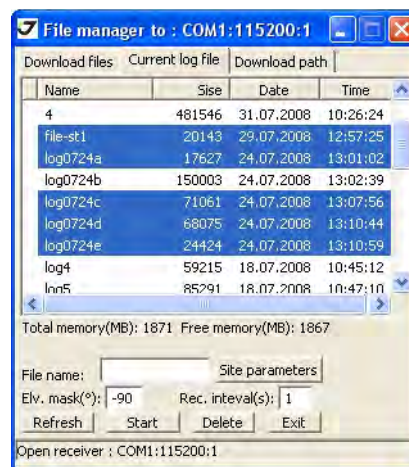

Рисунок 50. Закладка *Current log files*
3. Нажмите *File* ▶ *File Manager*, затем откройте закладку *Current log files* и выберите файлы, которые нужно удалить (Рис. 50).
5. Нажмите *Delete* (Рис. 50 на стр. 69).